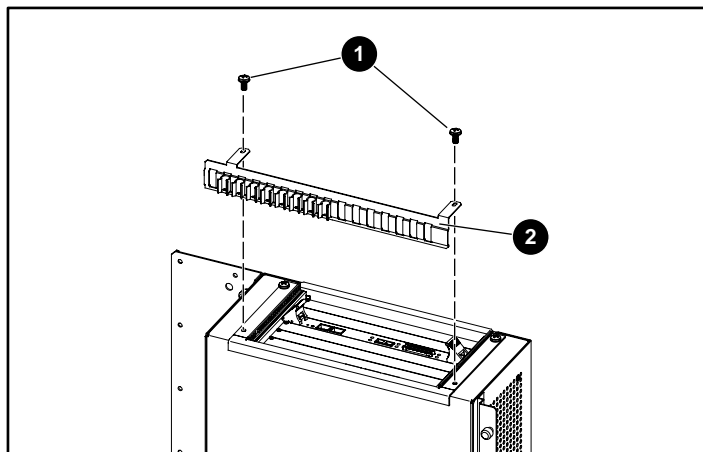

図15: 上側ケーブル クランプをインストールする
- ① ネジ
- 手順1で取り外したネジを使用して、上側ケーブル クランプを拡張ケージに取り付けます(図15を参照)。